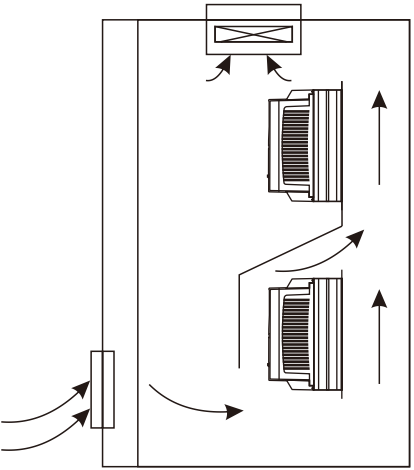

图3-2 多台变频器的安装
说明：当变频器上下安装时请安装图3-2所示的隔热导流板。
- 1) 垂直安装变频器，便于热量向上散发。但不能倒置。若柜内有较多变频器时，最好是并排安装。在需要上下安装场合，请参考图3-2的示意，安装隔热导流板。